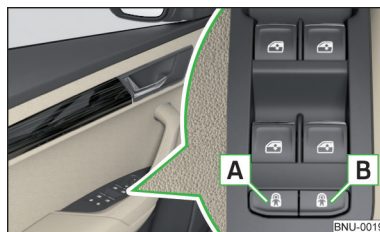

Fig. 53
- Pour **activer/désactiver** la sécurité enfant dans la portière arrière **gauche**, appuyer sur la touche **A** dans la portière du conducteur » fig. 53.